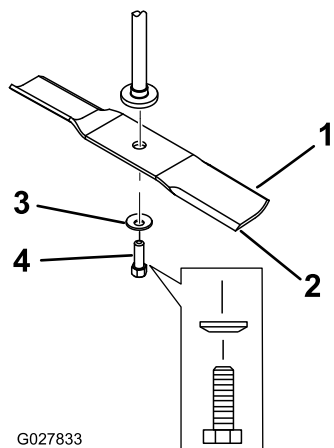

Figura 59
2. Retire a cavilha da lâmina, a anilha curva, e a lâmina do eixo (Figura 59).
1. Instale lâmina no eixo (Figura 59).
2. Instale a anilha curva (lado oval virado para a lâmina) e o parafuso da lâmina (Figura 59).